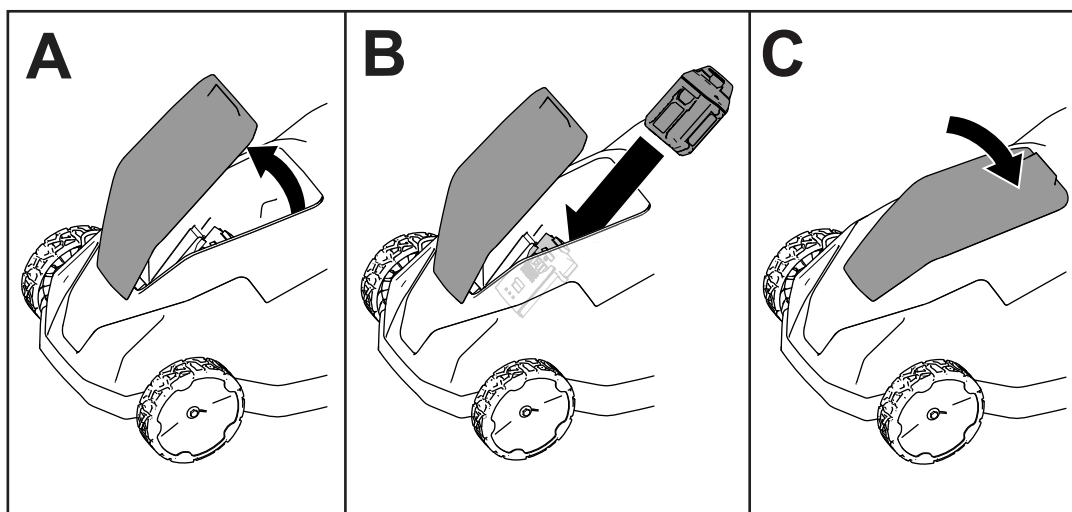

Figure 6
2. Soulevez le couvercle du compartiment de la batterie (A de la Figure 6).
3. Alignez le creux dans la batterie et la languette sur la machine, et glissez la batterie dans le compartiment jusqu'à ce qu'elle s'enclenche en position (B de la Figure 6).
4. Refermez le couvercle du compartiment de la batterie (C de la Figure 6).